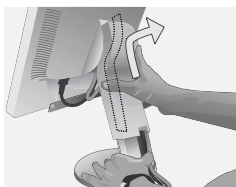

Figura S.1
1. Coloque una mano a cada lado del monitor y levántelo hasta alcanzar la posición más alta. Retire la cubierta de los cables (Figura S.1).